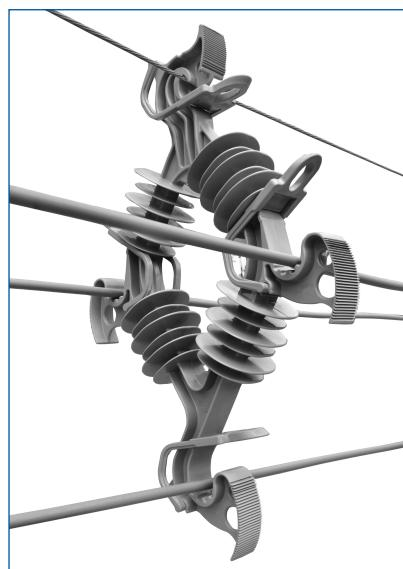

Figura 2
2. Vire o Espaçador e posicione o berço superior no cabo mensageiro. (a garra deve ser posicionada para frente, conforme mostra a foto). Posicione os condutores cobertos em seus respectivos berços. (Figura 2).